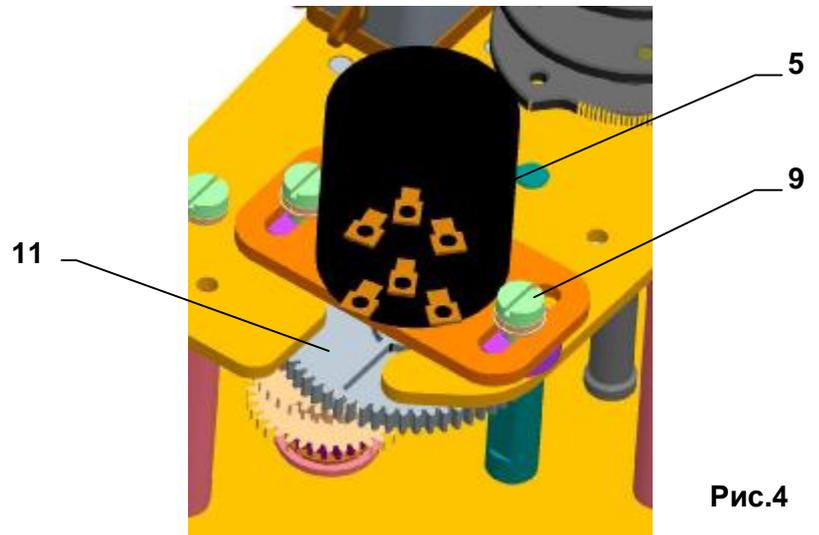

Рис.4
- в исполнении с датчиком сопротивления, вынесите датчик из зацепления ,(Рис.4).
4.3 Установка датчика сопротивления (рис.4)